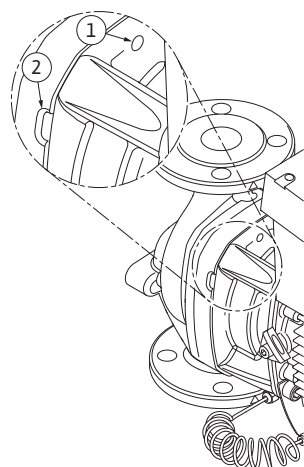

Fig. 51: Fori filettati e fessure per estrarre il set di innesto dal corpo pompa
13. Estrarre il set di innesto (vedi fig. 13) dal corpo pompa. A tale scopo si consiglia l'impiego di due fori filettati (fig. 51, pos. 1), soprattutto per allentare la sede. Avvitare nei fori filettati due viti adatte ad allentare la sede. Se il set di innesto è scorrevole, per estrarlo si possono utilizzare anche le fessure (fig. 51, pos. 2) tra corpo pompa e lanterna (a tale scopo puntare ad es. due cacciaviti e utilizzarli come leva). Dopo circa 15 mm di percorso di estrazione, il set di innesto non è più condotto all'interno del corpo pompa.